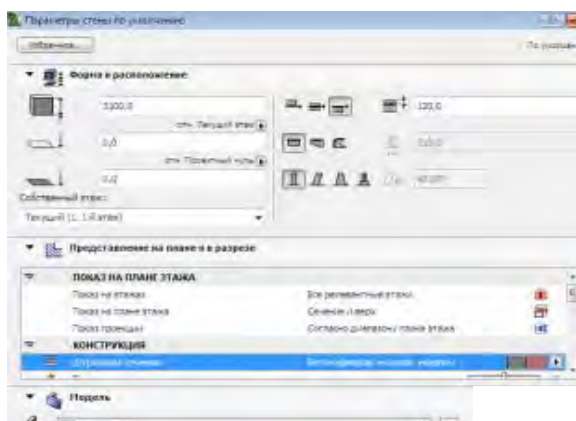
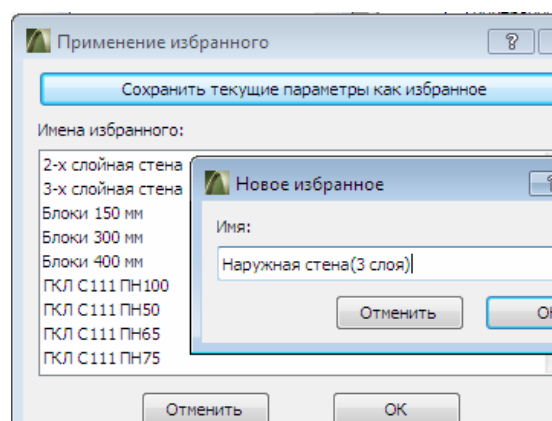

Рис. 32
Рис. 33
2. Дважды щелкните инструмент **Стена** и в диалоговом окне параметров измените параметры стены, заданные по умолчанию на требуемые (рис. 32). В приведенном примере это: состав стены: **Бетон армирован.** + **Изоляц.** + **Кирпич**, высота стены — 3100 мм, внешняя грань стены смещена от ее оси наружу на 120 мм, а общая ее толщина — 530 мм. Для сохранения в **Избранном** всех вновь установленных параметров нажмите кнопку **Сохранить текущие параметры как новое избранное** и введите его название **Наружная стена(3 слоя)** (рис. 33).